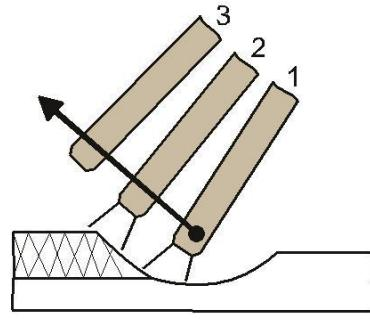

рис.3
- При завершении шва отведите электрод немного назад, чтобы заполнилась сварочная ванна, а затем переместите электрод на верхний край сварочной ванны (1-2 рис.3) и быстро отведите от кратера (3 рис.3).